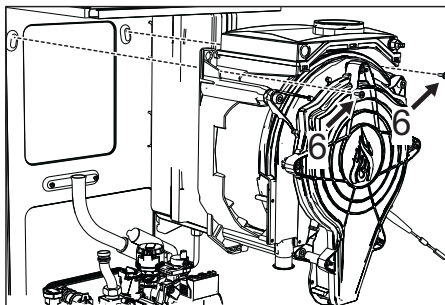

fig. 50
- Scoateți cele 2 șuruburi **de sus** "6" care fixează schimbătorul de căldură de șasiu (fig. 50)